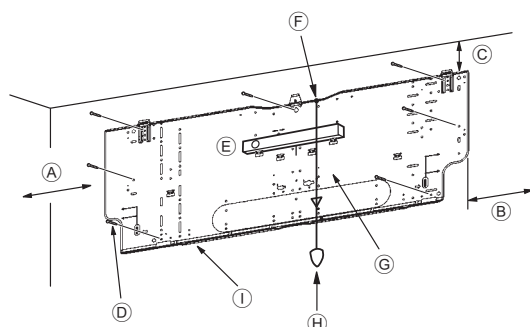
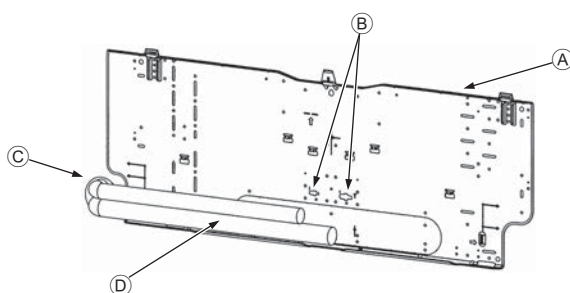

Рис. 3-4
Рис. 3-5
■ PKFY-P-VKM-E (Рис. 3-4)
- Д Крепежные винты (4 × 25) ②
- И Монтажная плита ①
3.3. Встраивание труб в стены (Рис. 3-5)
- А Монтажная плита ①